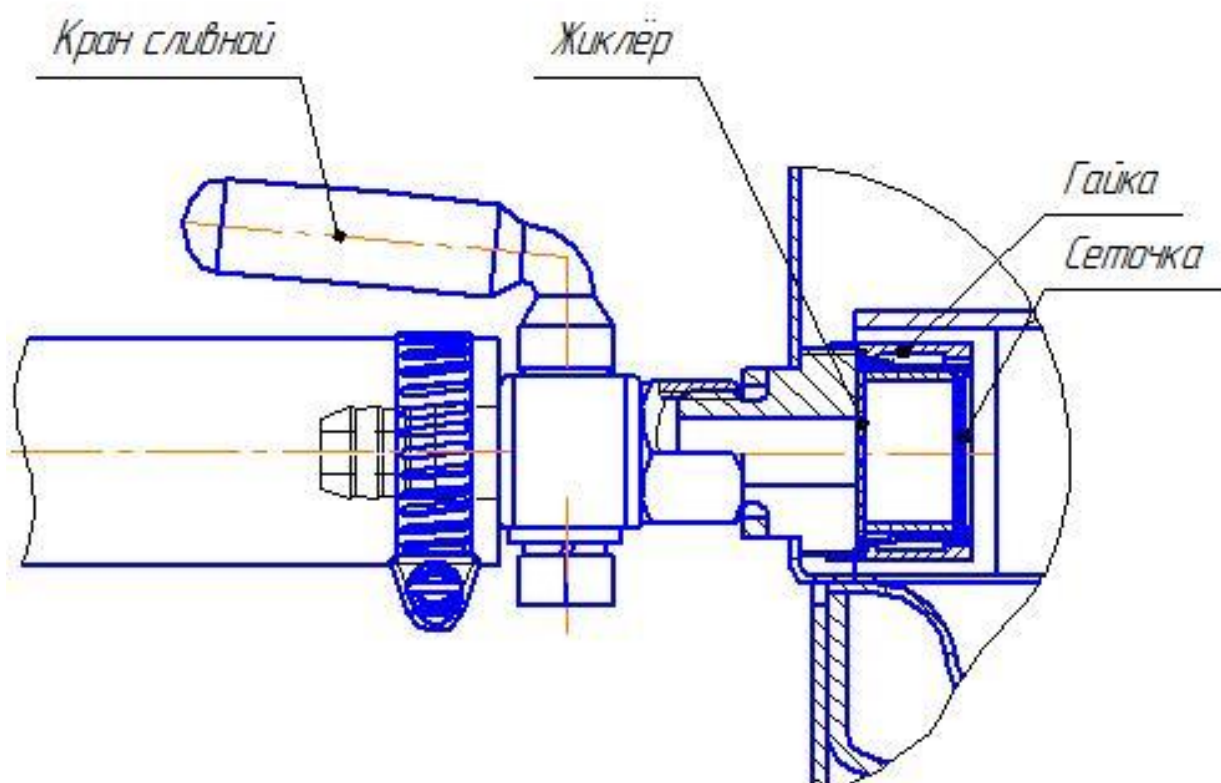

Рис. 5 Кран сливной
5.22. В случае затруднения сброса воды, перед следующей стерилизацией необходимо промыть (продуть) жиклёр (рис. 5). Для этого: открутить гайку, извлечь сеточку, открыть кран, тщательно промыть отверстие жиклёра и сеточку проточной водой (продуть воздухом). После чистки и мойки, установить все в обратном порядке.